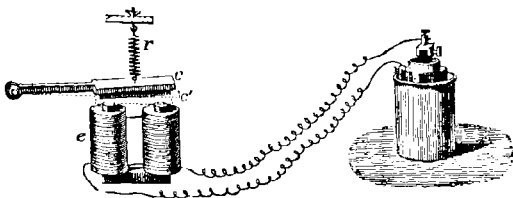

Fig. 126.
3. De quelque manière qu'un électro-aimant soit disposé, si l'on attache les extrémités du fil de cuivre aux pôles d'une pile, le barreau devient un aimant d'une énergie extrême, qui attire fortement les masses de fer placées à une petite distance; mais il perd la propriété magnétique aussitôt qu'on interrompt la communication avec la pile. Ainsi (fig. 126), quand le courant passe, la pièce de fer doux *c*, qu'on appelle *armature* ou *contact*, est attirée par l'électro-aimant *e* et prend la position *c'*. Au contraire, quand le courant cesse de passer, cette pièce n'étant plus retenue par l'électro-aimant est ramenée à la position primitive par le ressort *r*. On peut donc aimanter et désaimanter à volonté un électro-aimant, et, ce qu'il y a de remarquable, c'est qu'il n'est pas nécessaire pour cela qu'il soit dans le voisinage de la pile qui fournit le courant.